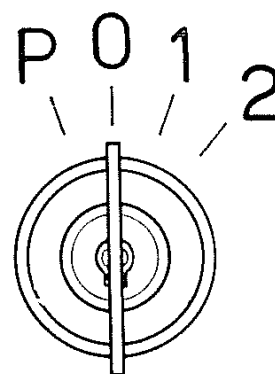

Fig. 86
- Introdurre la chiave nel quadro comando avviamento e ruotarla in posizione **1** (Fig. 86).
- Nel caso che la macchina operatrice debba rimanere ferma con accese le luci di ingombro, ruotare la chiave del quadro avviamento nella posizione **P** (Fig. 86).